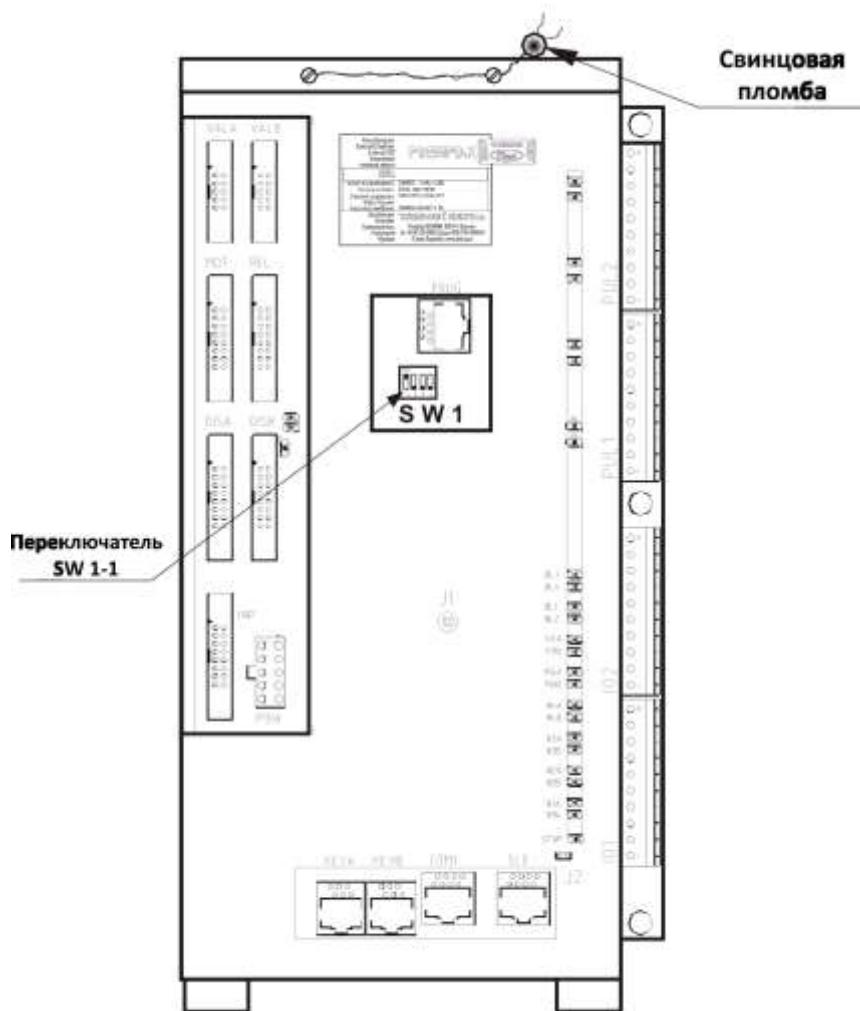

Рисунок 4.
Переключатель SW1-2 при переводе в верхнее положение (ON) блокирует возможность изменения основных конфигурационных и настроек параметров электроники по линии данных; переключатель SW1-3 не задействован; переключатель SW1-4 в положении ON производит инициализацию параметров при каждом включении электропитания счетчика. Необходимость перевода переключателей SW1-2, SW1-4 определяется изготовителем ТРК (рис.4)